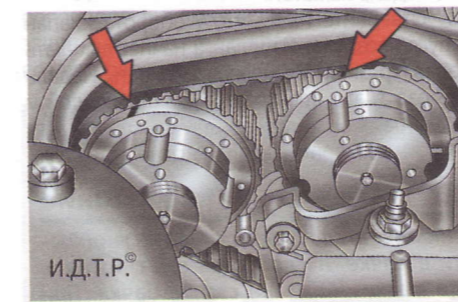

Рис. 4.15. Установочные метки на механизмах VCT
10. Проверните коленчатый вал двигателя за болт крепления его шкива настолько, чтобы метки на механизмах VCT (изменения фаз газораспределения) распределительных валов установились, как показано на рис. 4.15 (одиннадцать часов по часовому циферблату).
на два оборота и остановите его в таком положении, при котором метки на корпусах механизмов VCT займут положение, показанное на рис. 4.15.